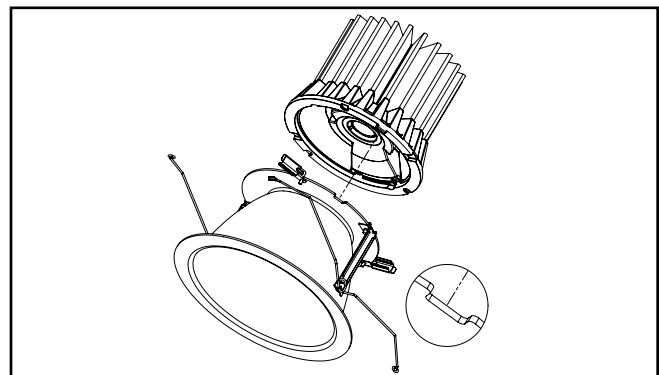

Figure 5
5. Insérez le moteur-générateur de lumière lumineux à DEL sur dans l'ensemble assemblage de la garniture. Alignez la languette sur le moteur lumineux à DEL sur l'assemblage de la garniture (Figure 5).